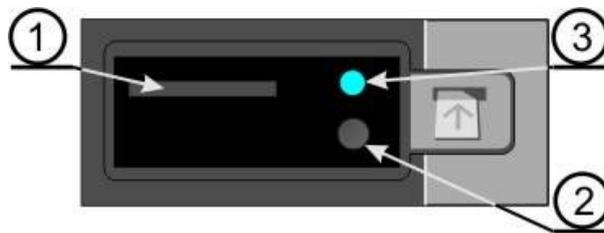

Bild 30. MMC Kartenmodul: 1–Steckplatz für die MMC Karte; 2–Knopf zur Unterbrechung der Speicherung; 3–Kontrolldiode.
Die **maMoS** Analysatoren können wahlweise mit einem Modul zur Speicherung der Messergebnisse auf einer MMC (*MultiMedia Card*) Flashspeicherkarte ausgestattet werden. Dieses Modul wird so montiert, dass sich der Steckplatz (slot) der Karte unter der letzten Anzeige befindet. In Abbildung 30 ist so ein Modul zu sehen. Auf der rechten Seite des Steckplatzes der Karte (1) befindet sich ein Knopf (2), der dazu dient, das Speichern zu unterbrechen, um die Karte herauszuziehen, sowie eine Kontrolldiode (3), die den aktuellen Zustand des MMC Moduls signalisiert.
Der aktuelle Zustand des MMC Moduls wird ständig von einer Kontrolldiode rechts neben dem Steckplatz der Karte signalisiert (Abbildung 30). Die Diode geht an und aus in definierten Zeitabständen, in Abhängigkeit von der aktuellen vom Modul durchgeführten Aufgabe. Im Folgenden sind alle möglichen Sequenzen und Ihre Bedeutung aufgelistet: